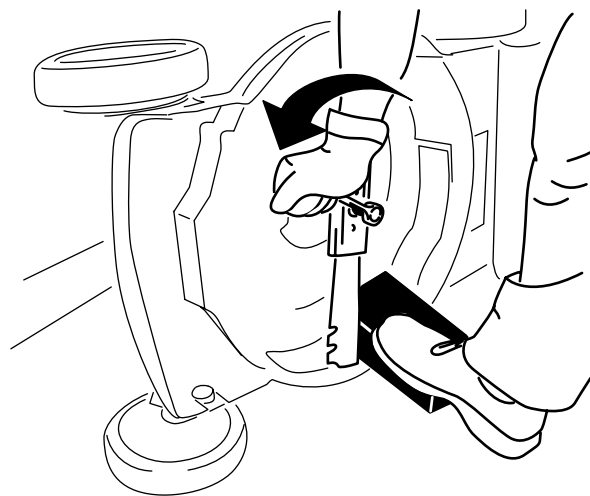

Рисунок 34
3. Используйте деревянную подкладку для неподвижного удерживания ножа (Рисунок 34).
4. Снимите нож, сохранив все крепежные детали (Рисунок 34).